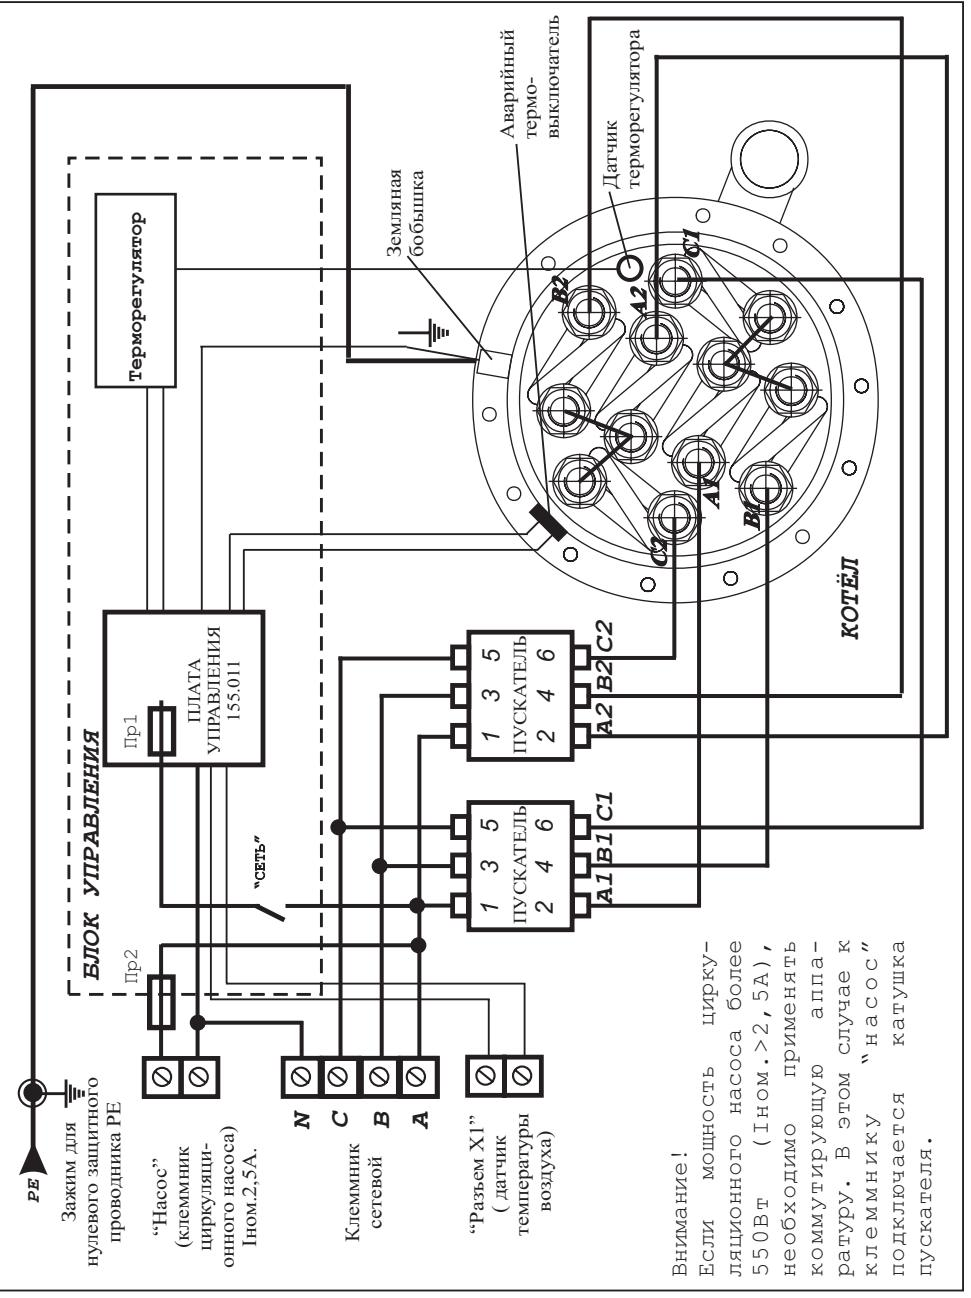

Рисунок 3 - Электрическая схема подключения
6.1.10. Подключение силового кабеля, шнура питания циркуляционного насоса, шнура датчика температуры воздуха производятся в соответствии с Рис. 3,4,5,6.